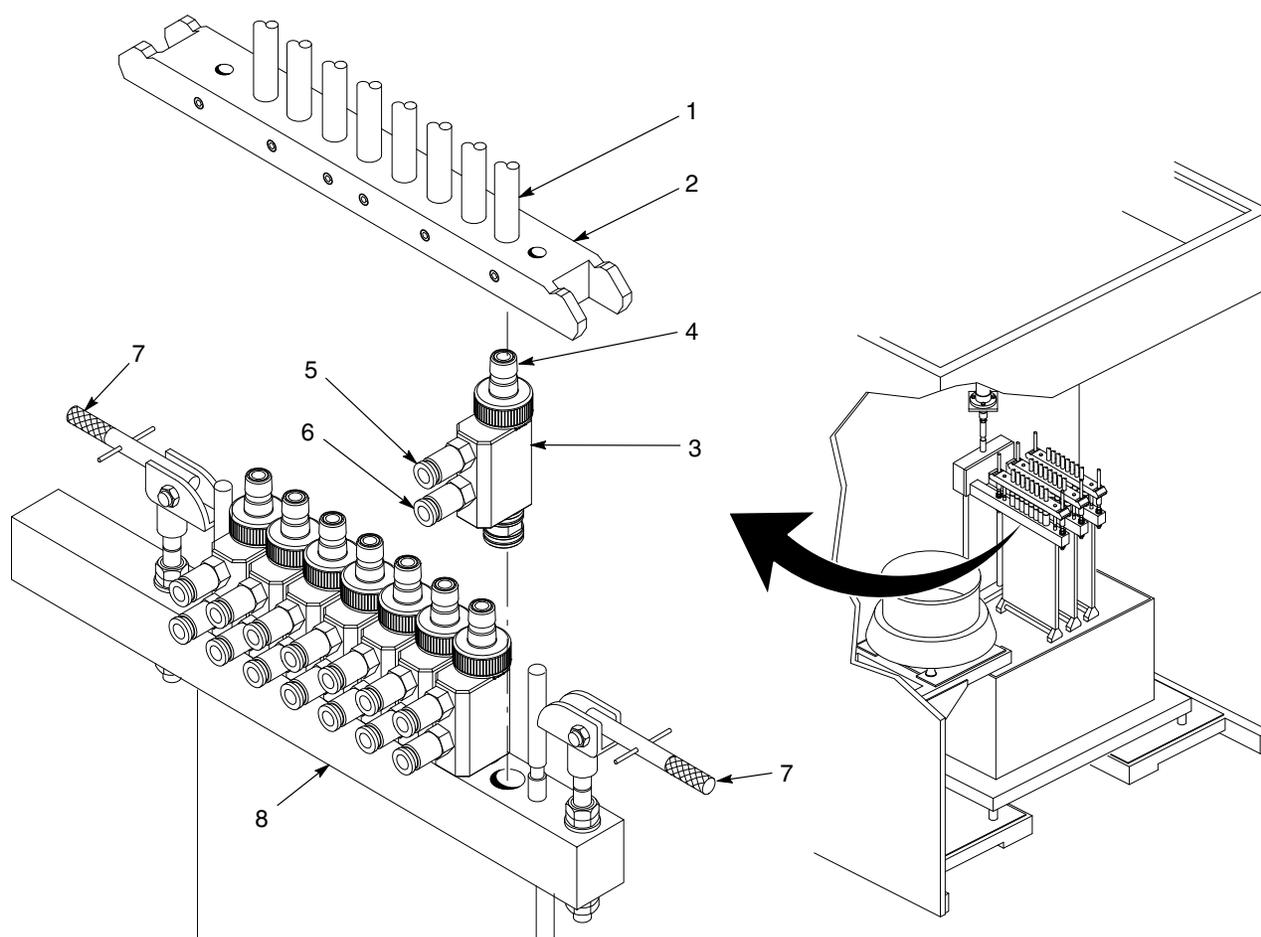

Figura 2 Demontarea și montarea pompelor în linie pe ansamblurile lance
3. A se vedea Figura 2. Deplasați mânerul de prindere (7) în poziția în jos.
4. Ridicați colectorul furtunului de alimentare (2) de pe pompe. Aveți grijă să nu deteriorați canalele Venturi ale pompei (4). Suflați cu aer colectorul furtunului de alimentare și pompele.
5. Deconectați tubulatura pentru aer de la racordurile pentru debitul pompei (6) și pentru aerul de atomizare (5).
6. Trageți pompa (3) de pe blocul colectorului (8) cu o mișcare ușoară de răsucire.
**NOTĂ:** Pentru rezultate optime, furtunul de alimentare a pulberii (1) trebuie să aibă lungimea de maximum 10,7 metri (35 de picioare) și ridicarea verticală pe lungimea sa cu maximum 3,7 metri (12 picioare).
1. A se vedea Figura 2. Apăsăți pompa (3) în blocul colectorului (8) până când corpul pompei iese spre bloc.
2. Conectați tubulatura pentru debit și pentru aerul de atomizare la racordurile pentru debit (6) și pentru aerul de atomizare (5).
3. Montați colectorul furtunului de alimentare (2) pe canalele Venturi ale pompei (4).
4. Deplasați mânerele de prindere (7) în poziția în sus.